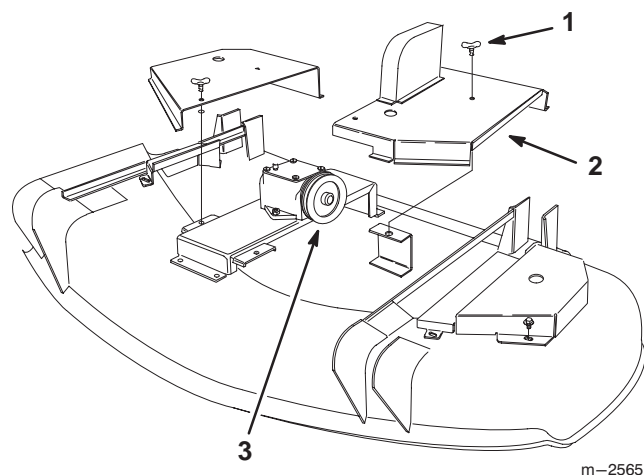

Figure 4
1. Dévissez de 1/4 de tour les deux goujons à oreilles situés sur le carter intérieur gauche du plateau de coupe. Déposez le carter pour exposer la poulie d'entrée du boîtier d'engrenages (Fig. 4).
- Reposez le carter intérieur gauche sur le plateau, puis revissez les deux goujons à oreilles de 1/4 de tour vers la droite pour assujettir le carter sur le plateau (Fig. 4 à la page 7).